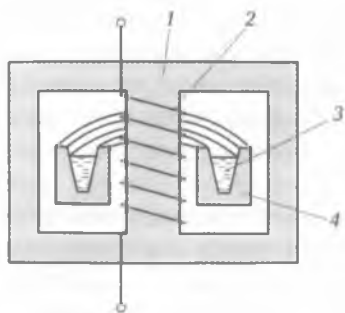

Рис. 8.11. Устройство индукционной печи:
**Индукционные электрические печи.** Такие печи используют для расплавления металлов и получения сплавов. В индукционных печах электрическая энергия преобразуется в тепловую за счет вихревых токов. Печи могут быть выполнены со стальным сердечником и без него. Устройство индукционной печи со стальным сердечником показано на рис. 8.11. Стальной сердечник 1 уменьшает рассеяние магнитного потока и концентрирует его на расплавляемом металле 3. Это своеобразный трансформатор, работающий в режиме короткого замыкания. Первичная обмотка 2 уложена поверх закрытого стального магнитопровода, роль вторичной обмотки выполняет расплавляемый металл 3. Металл помещают в кольцеобразный огнеупорный канал 4, охватывающий первичную обмотку. Таким образом, вторичная обмотка короткозамкнута. При питании первичной обмотки переменным напряжением частотой  $f$  во вторичной обмотке индуцируется ЭДС  $E_2$ , которая для одного канала ( $w_2 = 1$ ) определяется выражением